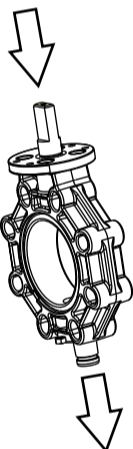

Fig. 2
- Togliere l'anello elastico (10). Rimuovere il tappo (6) e togliere la vite (12).
- Percuotere sopra il perno (4) con una mazza di nylon fino all'uscita della bussola (15). (Schema fig. 2).